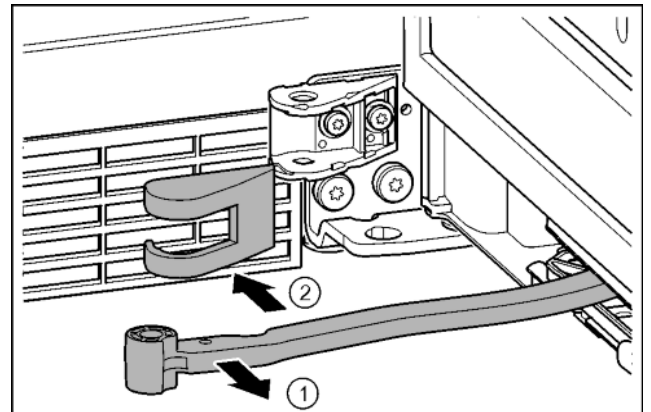

Fig. 17
- ▶ Повернуть шарнир в направлении двери. Fig. 17 (1)
- ▶ Снять крышку опорного кронштейна. *Fig. 17 (2)*